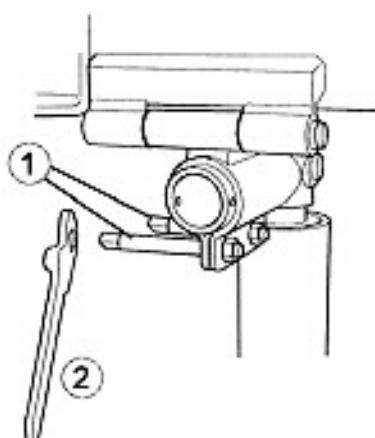

Bild 12 / Fig. 12
→ Tighten the two clamping bolts (fig.12, pos.1) with medium strength using a square wrench (pos.2).
⇒ A l'aide de la clé à cliquet (pos.2), serrer avec un effort moyen les deux boulons de serrage (fig. 12, pos.1).
⇒ Beide Spannbolzen (Bild 12, Pos. 1) mittels Freilauf-Vierkantschlüssel (Pos. 2) mittelfest anziehen.